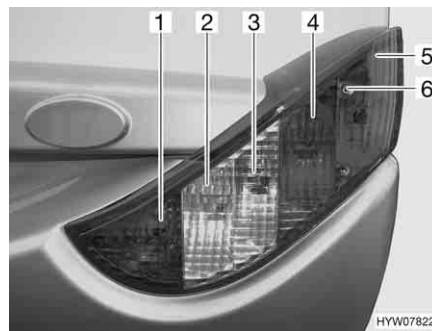

Fig. 125 Luci posteriori (lato anteriore)
- Svitare le tre viti ad esagono cavo (Fig. 125,6).